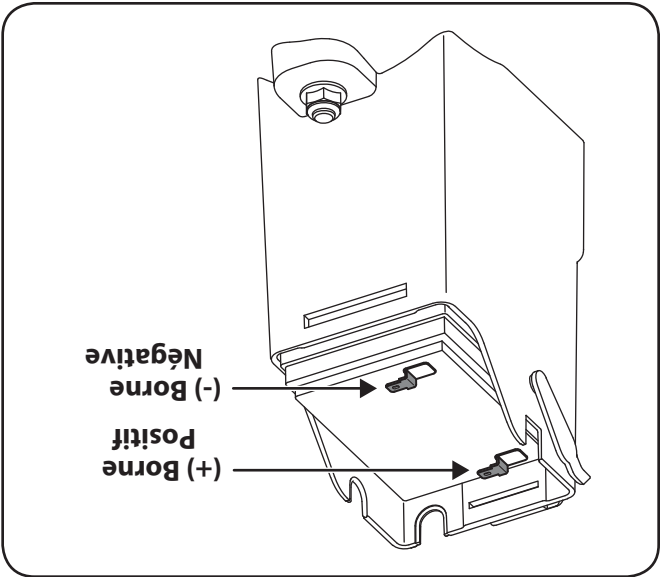

Figure 7-3
3. Installez la batterie neuve. Rebranchez le fil positif (rouge) sur le côté positif de la batterie, puis rebranchez le fil négatif (noir) sur le côté négatif. Voir la Fig. 7-3.